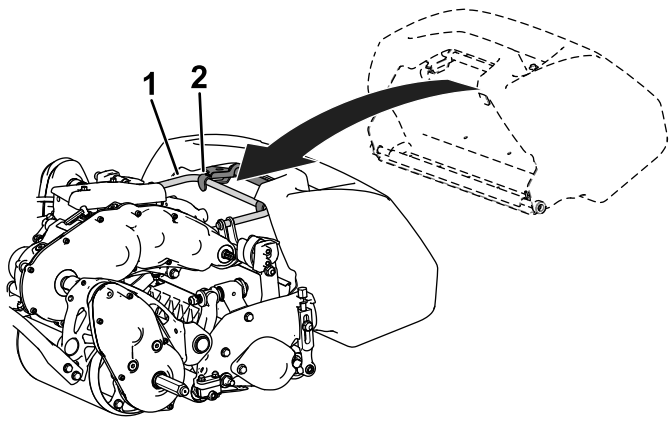

Bild 4
2. Schieben Sie die Fangkorblippe zwischen den Seitenplatten der Schneideinheit und über die Frontrolle ein (Bild 4).
3. Befestigen Sie die Fangkorbhaken über dem Rahmenbügel (Bild 4).